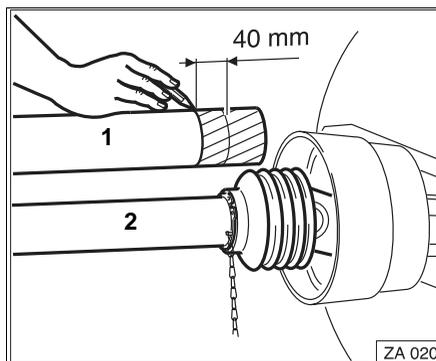

Fig. 21
- -En tenant l'un à côté de l'autre les demi-transmissions (Fig. 21/1) et (Fig. 21/2) dans leur plus courte et plus longue position de travail, vérifiez si la **zone d'emboîtement des tubes profilés est correcte.**